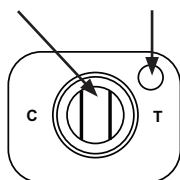

Fig. 1a. Positivo
1. Obtenga un *dispositivo de membrana* por muestra y un dispositivo para el control positivo o negativo externo opcional según sea necesario. Las bolsas de papel de aluminio que contienen los dispositivos deben alcanzar la temperatura ambiente antes de abrirlas. Identifique los dispositivos de forma apropiada y orientelos en una superficie plana de forma que la letra "C" del dispositivo se encuentre a la izquierda, la letra "T" se encuentre a la derecha y el *Pocillo de muestra* pequeño se encuentre en la esquina superior derecha del dispositivo (Fig. 1a).